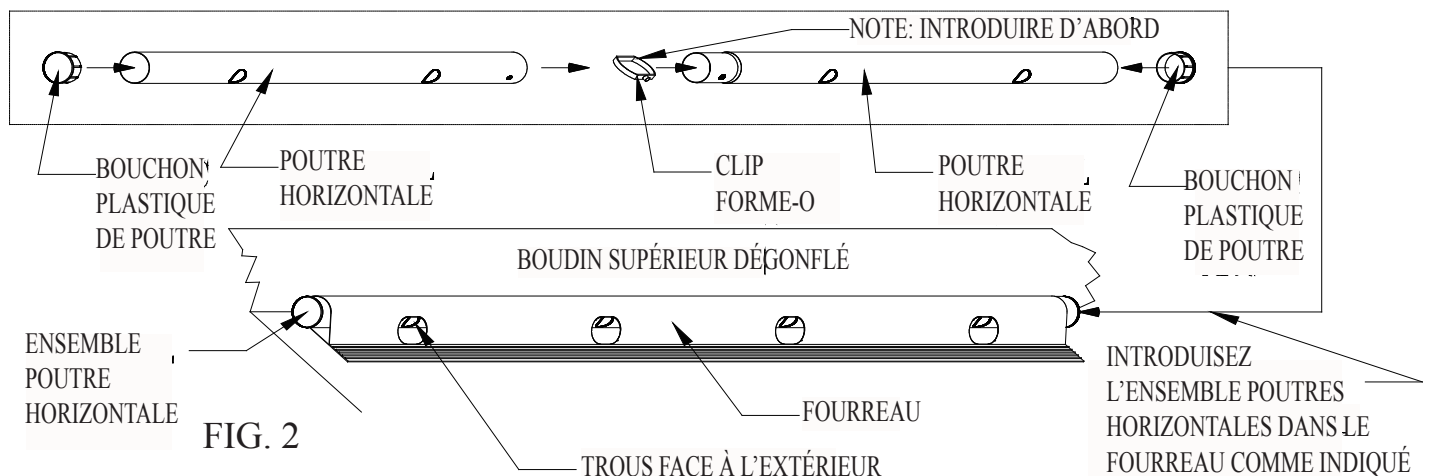

FIG. 2
- Prenez deux Poutre Horizontale, dont une ayant une extrémité emboutie, installez le Clip Forme-O dans l'extrémité emboutie de la Poutre Horizontale Fig. 2 ensuite connectez les deux Poutre Horizontale ensemble,
tournez lentement une des deux jusqu'à que le bouton s'enclenche dans le trou. Installez les bouchons des Poutres sur les deux extrémités en les tapant légèrement pour les loger en place. Insérez cet ensemble de Poutre Horizontale dans le Fourreau scellé à chaque long côté de la piscine, sous le boudin gonflable Fig. 2. Assurez-vous que les trous destinés aux conduites Forme-U font face à l'extérieur.